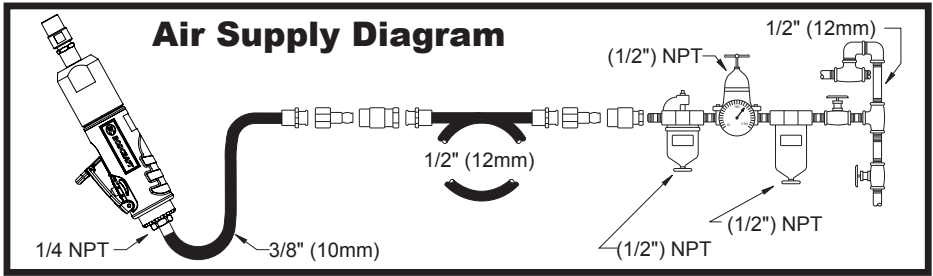

Fig. 01
3. Operation (See figures 01 & 02)
- Connect device as shown in Fig. 01.
- To start the machine, pull the lever (A). Machine speed is increase by increasing pressure on the lever. Release the lever to stop.
- Das Gerät wird in Abb. 01 gezeigt anschließen.
- Um die Maschine zu starten, muss der Auslöser (A) gezogen werden. Der Druck auf den Abzug bestimmt die Geschwindigkeit des Motors. Um die Maschine zu stoppen, den Auslöser wieder freigeben.